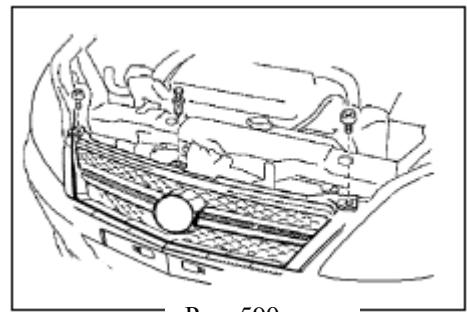

Рис. 590
- б. Отсоедините два зажима, и затем снимите накладку переднего бампера(рис. 590).**